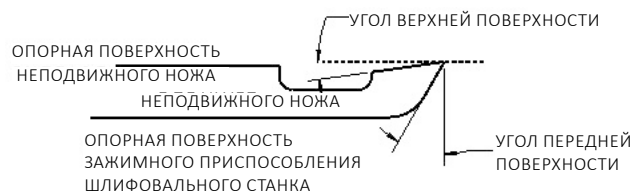

РИС. 16
2. Установите переключатель НАСОСА ОХЛАЖДАЮЩЕЙ ЖИДКОСТИ в положение «ВКЛ.» и убедитесь, что наконечник направляет охлаждающую жидкость на неподвижный нож. См. РИС. 16.